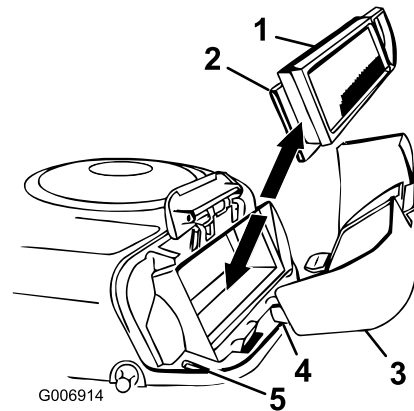

Bild 22
- Schieben Sie den Papier- und den Schaumeinsatz vorsichtig vom Gebläsegehäuse herunter (Bild 22).
2. Fluchten Sie die Nasen des Luftfilterdeckels mit den Schlitzten im Gebläsegehäuse aus (Bild 22).